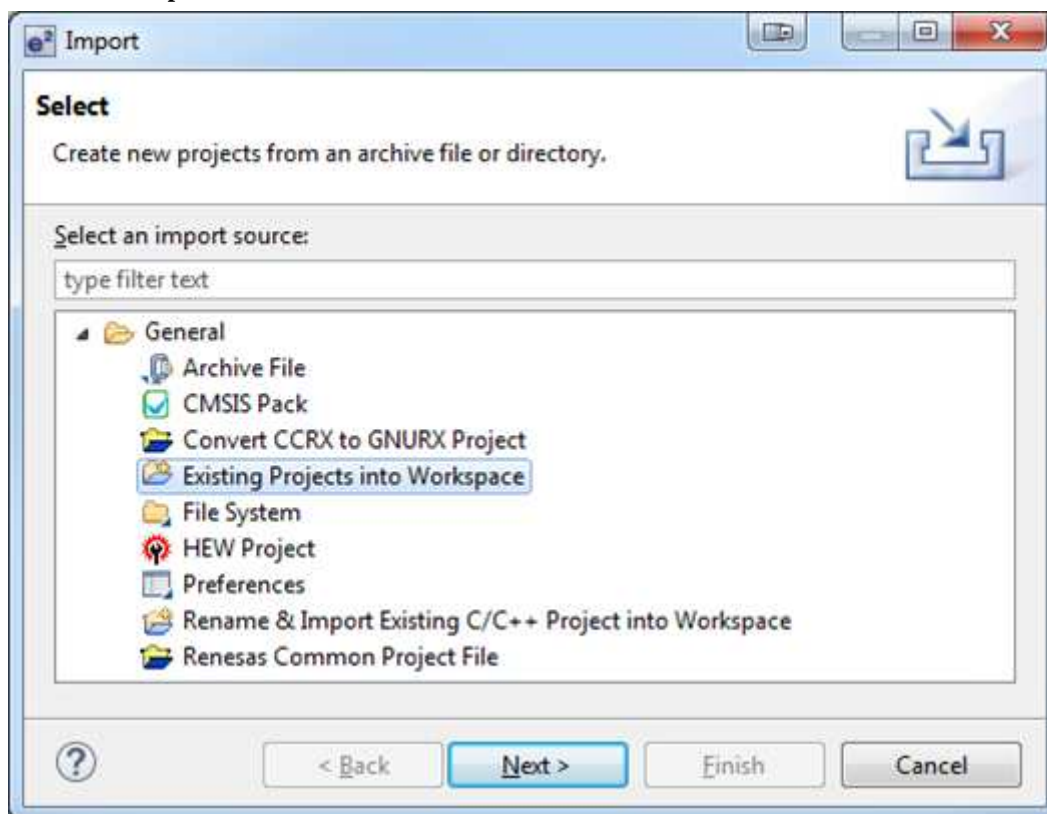

図 2.6 Project Import ダイアログボックス
5. [Import]ダイアログボックスでは、図 2.6 のとおり、[General]をオプションで選択し、次に [Existing Projects into Workspace]を選択して、現在のワークスペースにプロジェクトをインポートします。